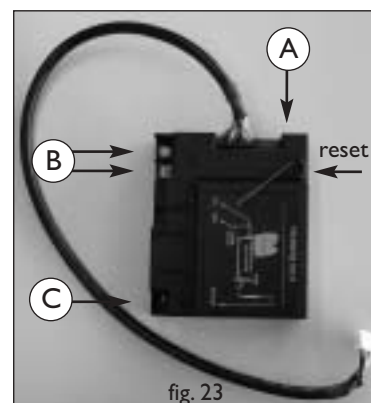

fig. 23
- Schuif de bruine stekker van het aansluitsnoer achterop de printplaat van de ontvanger (fig. 23).
- Sluit de kabels van de thermokoppel aan (fig 23, pijlen B). De grootte van het oog correspondeert met de grootte van de schroef en kleuren moeten corresponderen.
- Sluit de bougiekabel aan (fig 23, pijl C).
- II • Indien u een adapter gebruikt, dient u deze aan te sluiten op de unit (fig. 23, pijl A) en steek de stekker in het stopcontact.
Indien gewenst kan men de code veranderen van de afstandsbediening. Hiervoor moet men de stand van de DIP SWITCHES wijzigen. Deze bevinden zich in de afstandsbediening bij de batterij. Als men de code veranderd heeft moet men het reset knopje van de ontvanger (fig. 23) ingedrukt houden totdat u 2 geluid signalen hoort.